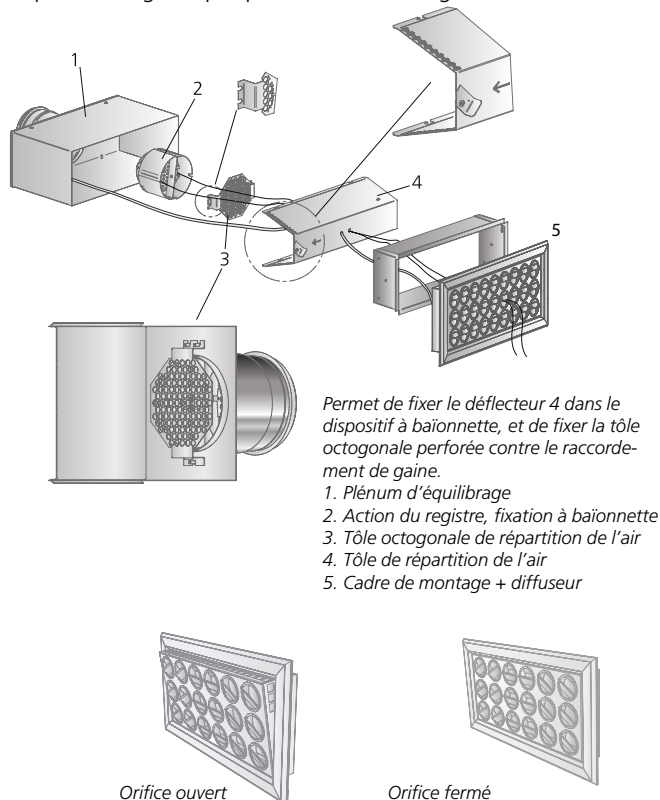

Figure 1. Installation.
4. Le montage et démontage des composants sont illustrés à la Figure 1..
Voir figure 1
Si nécessaire, nettoyer le diffuseur à l'eau tiède additionnée de détergent pour vaisselle, ou à l'aspirateur avec accessoire brosse. Pour accéder aux conduits, déposer la section diffuseur et le déflecteur acoustique, orienter les disques vers le côté et déposer le registre par pivotement. Voir Figure 1.